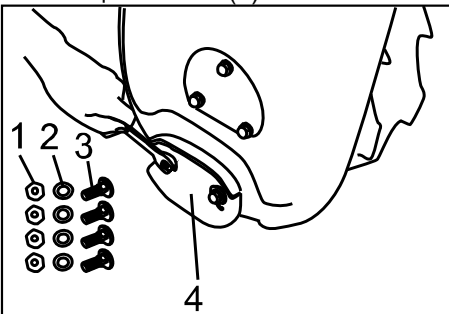

Рис.15
6. Установка направляющих салазок (Рис.15). Вставить 2 болта (3), надеть на них 1 направляющую (4), одеть 2 шайбы (2) и закрепить ее с помощью 2 гаек (1).